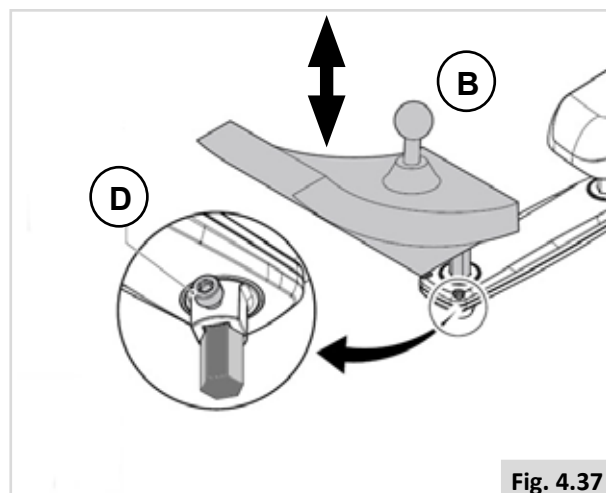

Fig. 4.37
Pré-ajuste da altura do controlador (2), (Fig. 4.37)
1. Desaperte (D).
2. Faça deslizar (B) para a posição pretendida.
3. Aperte (D).